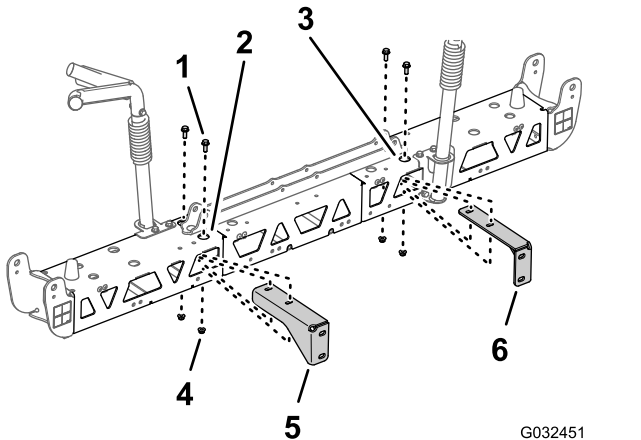

Bild 56
2. Fluchten Sie die Löcher in der rechten Stützhalterung mit den Löchern im rechten Trägerrahmen aus, wie in Bild 56 abgebildet.
vom mittleren Sprühabschnitt (Seite 27) entfernt haben, am rechten Trägerrahmen (Bild 56).
4. Wiederholen Sie die Schritte 2 und 3 für die linke Stützhalterung am linken Trägerrahmen (Bild 56).